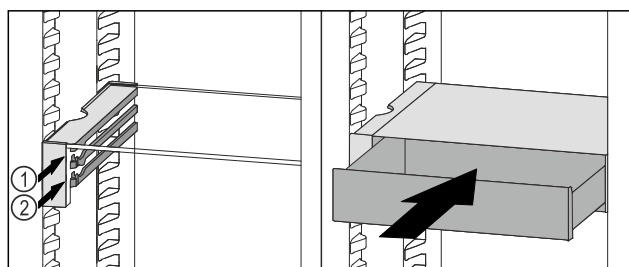

Fig. 63
- ▶ Nasadte zásuvku VarioSafe za zarážky na požadovaném žebře Fig. 63 (1) nebo Fig. 63 (2).